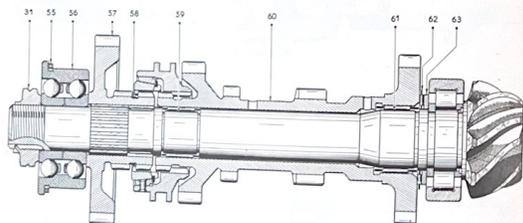
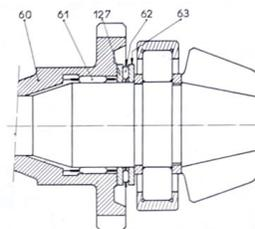

Fig. 3.14.—Eje de salida (eje del piñón de ataque) y tren intermedio.
Fig. 3.15.—Piñón de ataque con el tope de agujas entre dos arandelas de apoyo.
d) Retirar el clip de retención (38) de las agujas con ayuda de una pequeña varilla que se introduce en el orificio (a) previsto entre las estrías. Retirar las agujas (45) con sus arandelas de tope (40) y el suplemento (41).
3.2.1.2. Desarmado del eje de salida (eje del piñón de ataque) (fig. 3.14).
a) Retirar el tope de agujas (62) y su arandela de apoyo (63).
Nota.—Hay modelos en que el tope de agujas está colocado entre dos arandelas de apoyo (63) y (127) (fig. 3.15).
b) Retirar el anillo de sincronización (58) de la rueda de reenvío del reductor (57), que debe ser reemplazado en cada desarmado.
1.º Modelo con una sola arandela de apoyo (63) del tope de agujas (62), fig. 3.14.
a) Montar el anillo de sincronización (58) sobre la rueda del reductor (57).
2.º Modelo con tope de agujas montado entre dos arandelas (fig. 3.15).